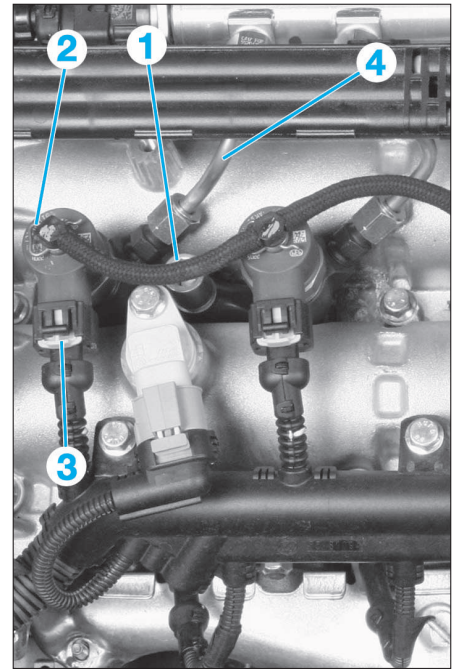
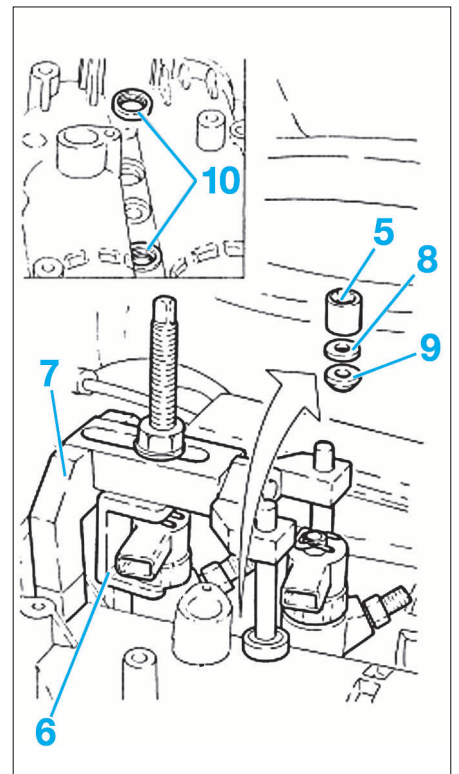

FIG. 17
FIG. 18
- 6. Extracteur d'injecteur (réf. Fiat : 1870900700) (Fig.18).
- 7. Extracteur d'injecteur deuxième partie (réf. Fiat : 1870739000) (Fig.18).
- Débrancher (Fig.17) :
- les durits de retour de fuite (1) ; pour cela, enlever les agrafes (2).
- les connecteurs électriques des injecteurs (3).
- les conduites haute pression rampe/injecteurs (4).
- Déposer l'écrou (5) fixant la bride des injecteurs (Fig.18).
- Récupérer la rondelle (8) et la rondelles conique (9).
- Déposer l'ensemble injecteurs en utilisant un extracteur adapté (exemple outil Fiat réf : 1870900700 (6) plus réf : 1870739000 (7)).